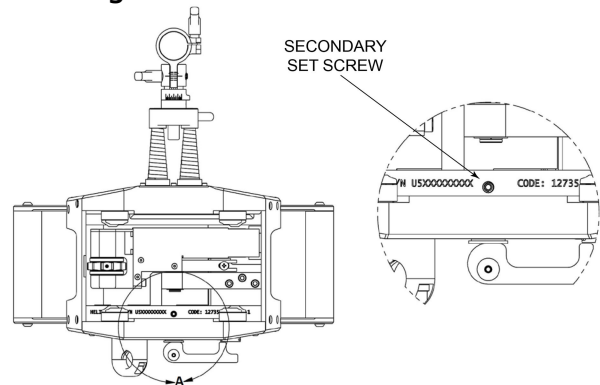

Figura 13: Vite di fermo secondaria della leva di serraggio
3. Quindi, allentare la vite di fermo secondaria presente nella parte inferiore del TESTA DI SALDATURA HELIX M85, vedere Figura 13: Vite di fermo secondaria della leva di serraggio alla pagina A-10.